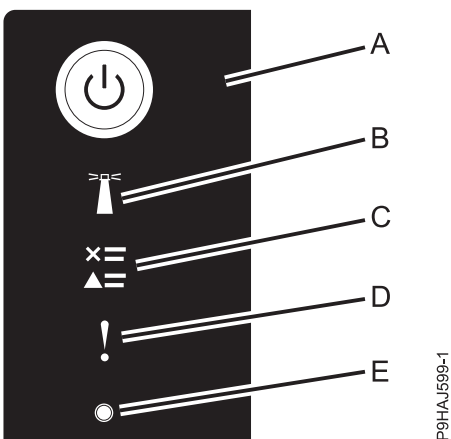

Рисунок 24. Индикаторы панели управления
3. Нажмите кнопку питания (**A**) на панели управления, как показано на рисунке рис. 24.